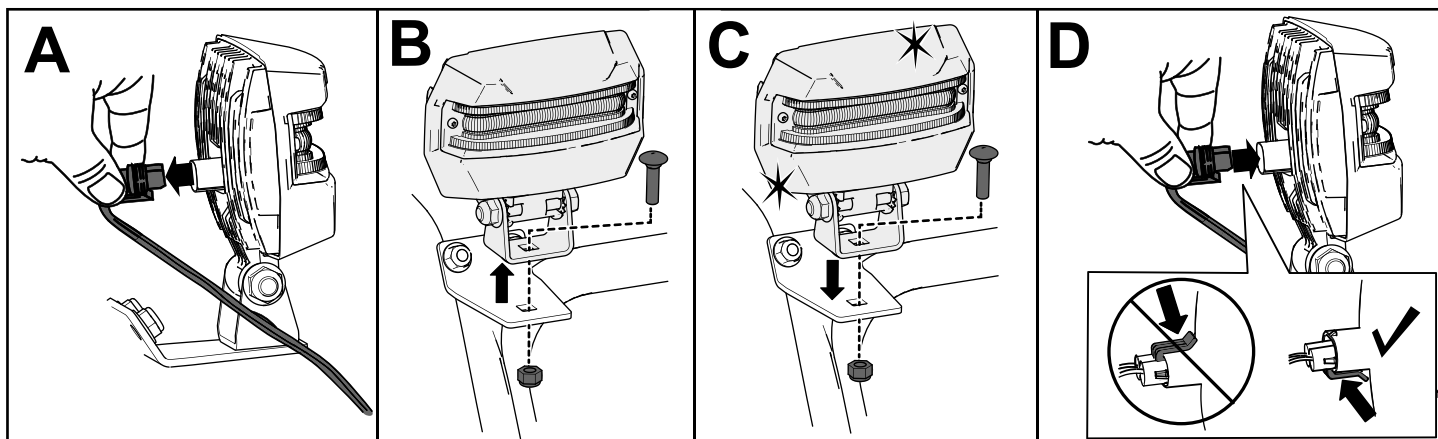

Figure 39
1. Débranchez le fil au dos du phare (A de la Figure 39).
2. Retirez le boulon et l'écrou qui fixent le phare sur son support, puis déposez le phare (B de la Figure 39).
3. Fixez le nouveau phare sur le support au moyen de l'écrou et du boulon retirés précédemment (C de la Figure 39).
4. Insérez le fil du phare directement au dos du phare en l'enfonçant bien en place (D de la Figure 39).